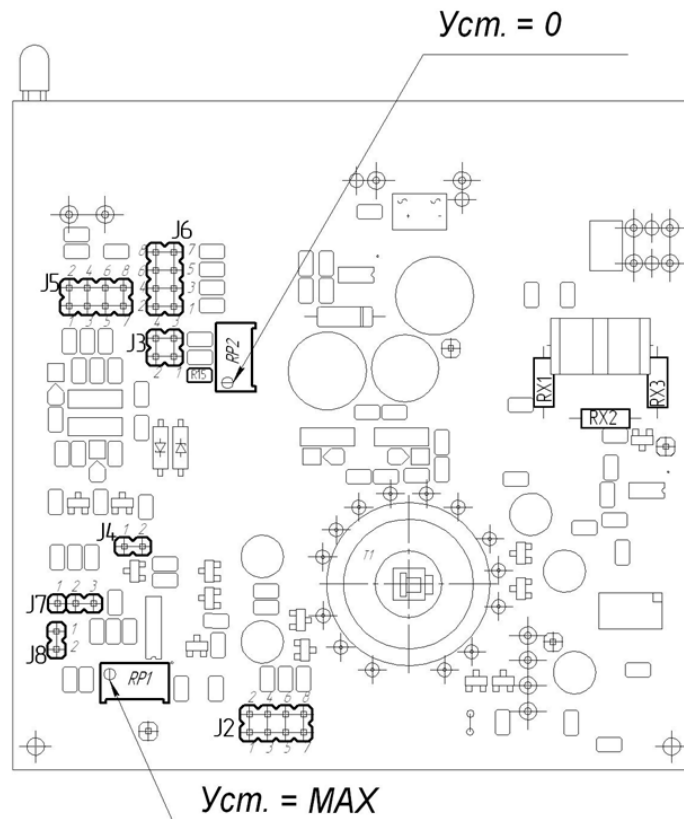
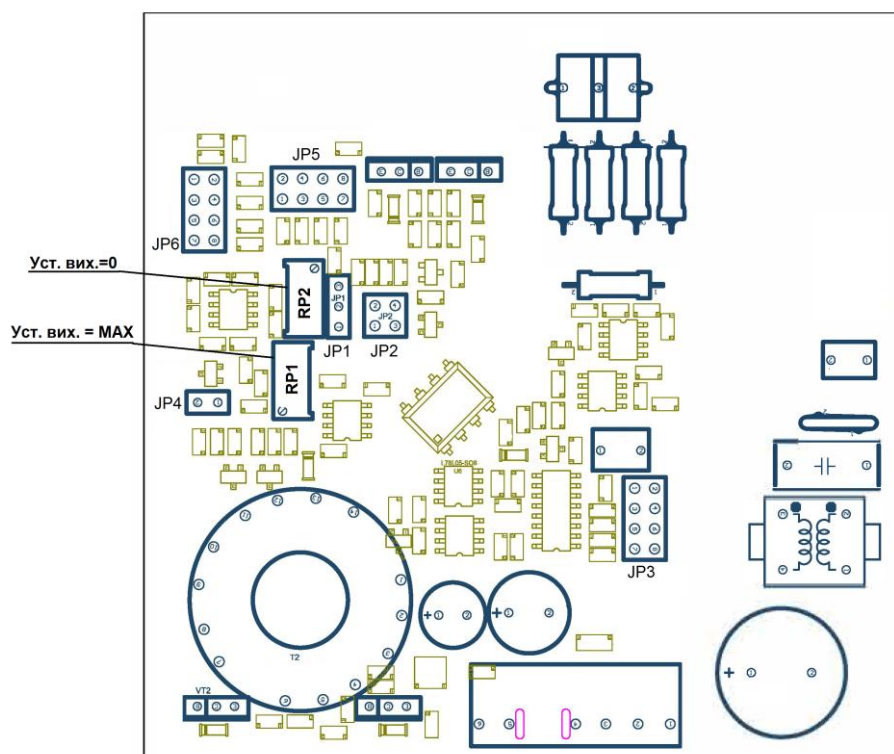

Рисунок 9.1 - Схема розміщення елементів регулювання та налаштування ПНС-1 (для приладів з платою ПРМК.758740.290)
Рисунок 9.2 - Схема розміщення елементів регулювання та налаштування ПНС-1 (для приладів з платою ПРМК.758740.1034)
Для переналагодження блоку на інші вхідні/вихідні сигнали використовуйте рисунок 9.1 або 9.2 (залежно від моделі приладу) та таблиці 9.1.1, 9.1.2 та 9.2.
1. Для діапазону вхідного сигналу 4 – 20 мА та вихідного сигналу 0 – 10 В необхідно встановити опір R15 рівним 100 кОм (див. Рисунок 9.1). Для інших діапазонів R9 має бути 200 кОм (встановлюється підприємством-виробником).
9.4 Час перетворення для приладу ПНС-1 із заводськими налаштуваннями дорівнює 6 секунд - це максимальний час, необхідний для переналаштування значення вхідного сигналу при різкій його зміні (на весь діапазон шкали - від 0% до 100% або навпаки). Якщо потрібно переналаштувати цей час, потрібно змінити положення перемичок J7 і J8 (див. рисунок 9.1) відповідно до таблиці 9.3 або перемичка JP3 (див. рисунок 9.2) відповідно до таблиці 9.4.